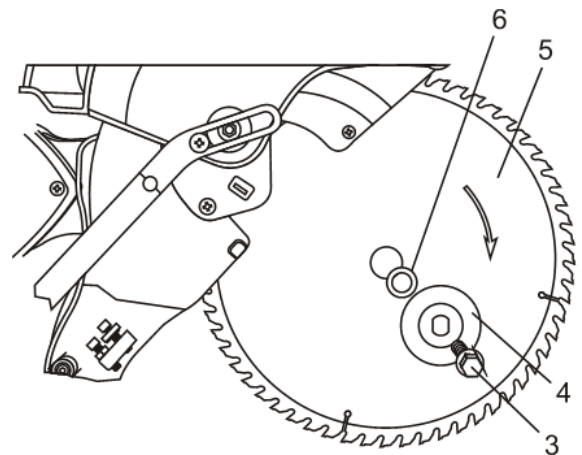

Fig. 35
1. Placez la douille de vis de lame (6) sur l'arbre (Fig. 35).
2. Placer la lame (5) sur l'arbre.